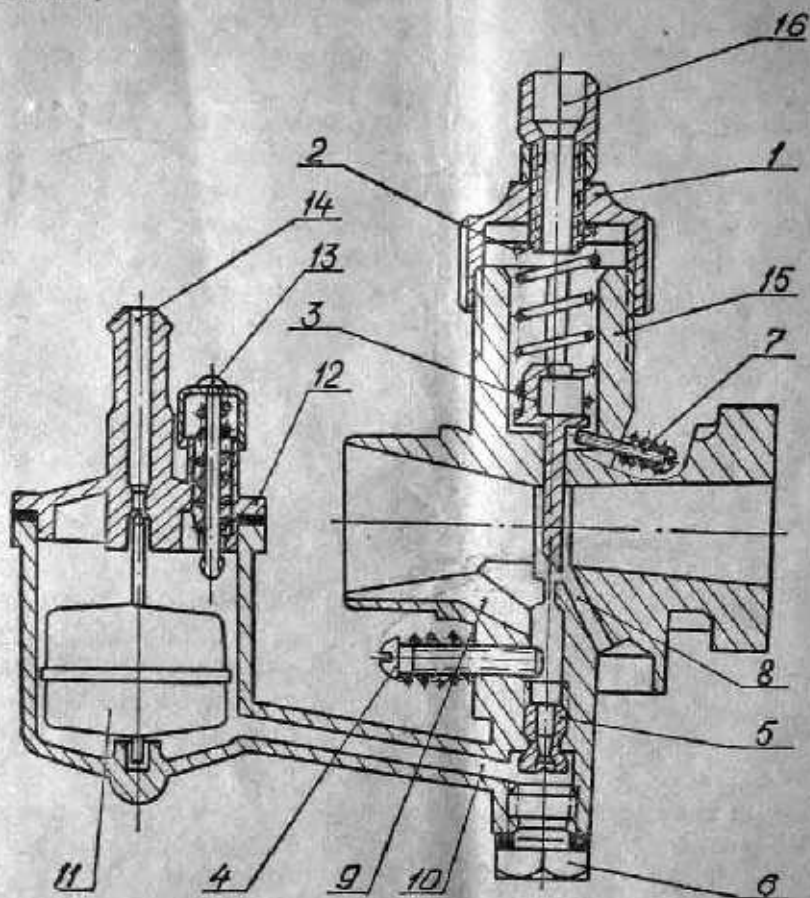

Рис. 11. Схема карбюратора К35В.
Карбюратор К35В (рис. 11) состоит из корпуса (15), дросселя (3), крышки колодца дросселя (1), поплавковой камеры (12).